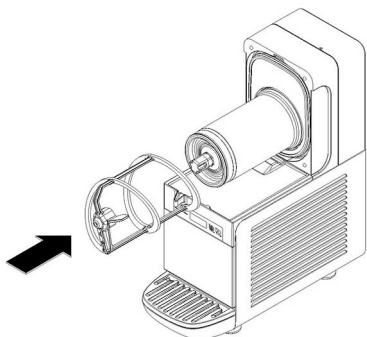

figure 16
**6** Placer la spirale extérieure sur l'évaporateur en couplant l'extrémité avant à l'arbre du joint hexagonal, tous deux de forme hexagonale (voir figure 16).